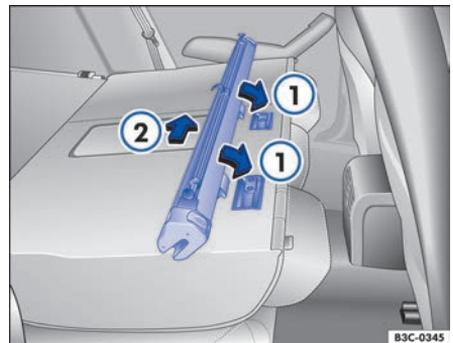

Fig. 128 Montar la red de separación en los respaldos del asiento trasero.
- Coloque la carcasa de la red en los rebajes de las guías de sujeción → fig. 128 ①.
- Empuje la carcasa de la red hacia el lado izquierdo del vehículo, hasta el tope → fig. 128 ②.
- Empuje la carcasa de la red aprox. 5 cm en el sentido contrario al de la flecha → fig. 128 ②.
- Extraiga la carcasa de la red fuera de las guías de sujeción → fig. 128 ①.